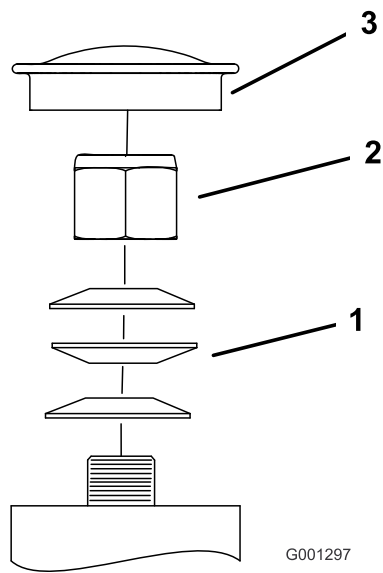

Figura 65
3. Retire el tapón guardapolvo de la rueda giratoria y apriete la contratuerca (Figura 65).
4. Apriete la contratuerca hasta que las arandelas de muelle estén planas, luego afloje la contratuerca $\frac{1}{4}$ de vuelta para establecer la pre-carga correcta de los cojinetes (Figura 65).
Importante: Asegúrese de que las arandelas de muelle están correctamente instaladas, según se muestra en Figura 65.